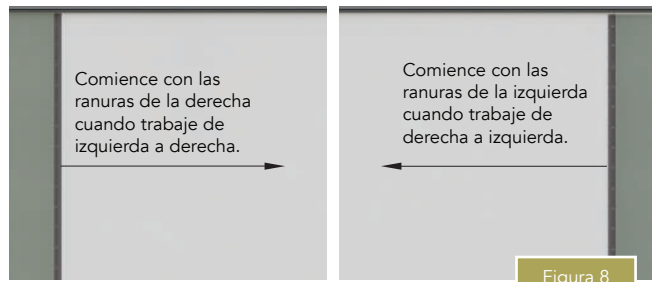

Figura 8
- Los paneles de tablero y listón se pueden instalar con dirección de derecha a izquierda o de izquierda a derecha (Figura 8).